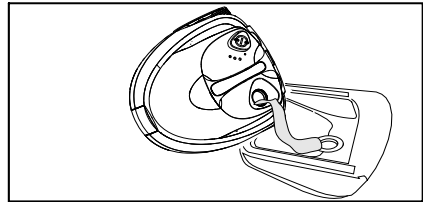

Abbildung 9
- ➔ Wasser ausgießen. Dazu das Gerät zur Ecke mit dem Einfülltrichter kippen (siehe Abbildung 9).